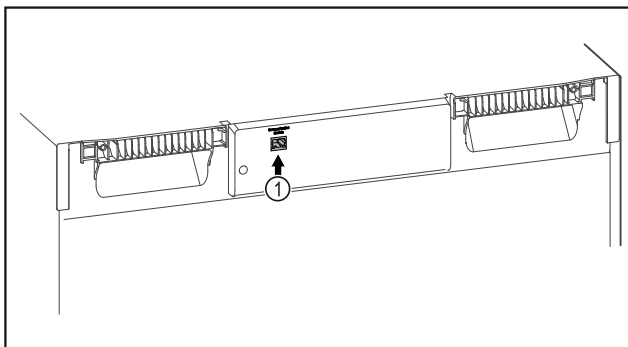

Fig. 114
- A SmartModule *Fig. 114 (1)* be van helyezve.